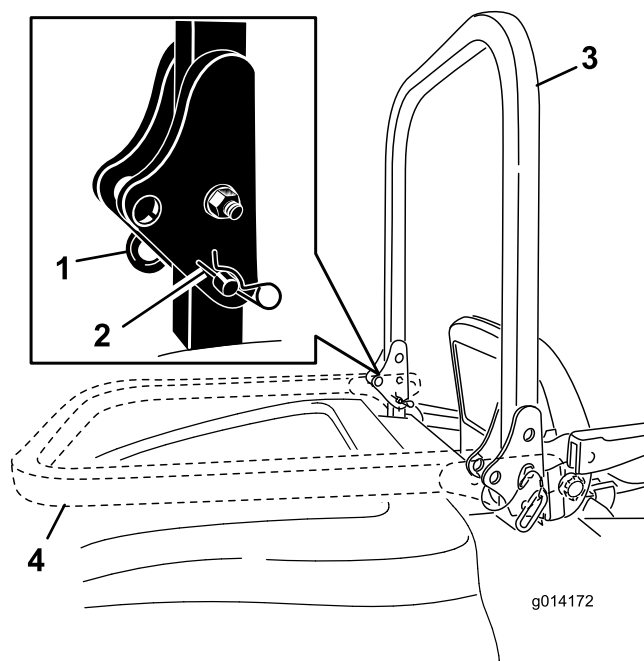

Bild 20
2. Entfernen Sie die beiden Splinte und die beiden Stifte (Bild 20).
3. Stellen Sie den Überrollbügel in die aufrechte Position (Bild 20).
4. Sichern Sie den Überrollbügel mit den beiden Stiften und den beiden Splinten (Bild 20).
1. Entfernen Sie die Splinte, drücken Sie den Überrollbügel nach vorne gegen die Federn und entfernen Sie die beiden Stifte (Bild 20).
2. Senken Sie den Überrollbügel ab (Bild 20).
3. Setzen Sie die beiden Stifte in die Schwenkplatten ein und sichern Sie die Stifte mit den beiden Splinten (Bild 20).